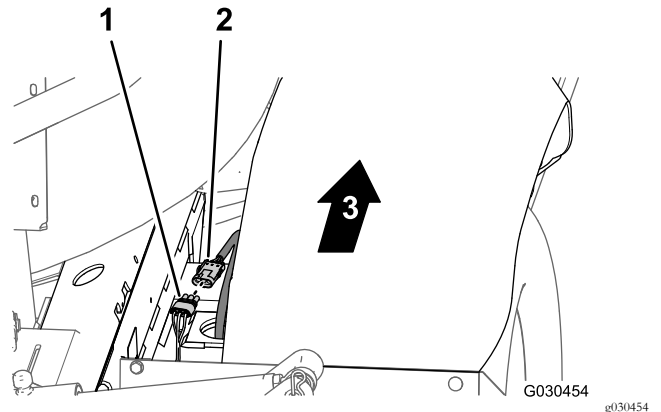

図 21
1. 機体後部右側フレームチューブと右側フェンダとの間で、後方ワイヤハーネスの3ソケットコネクタから、速度センサーハーネス右側油圧走行モータにあるの3ピンコネクタを外す 図 21。